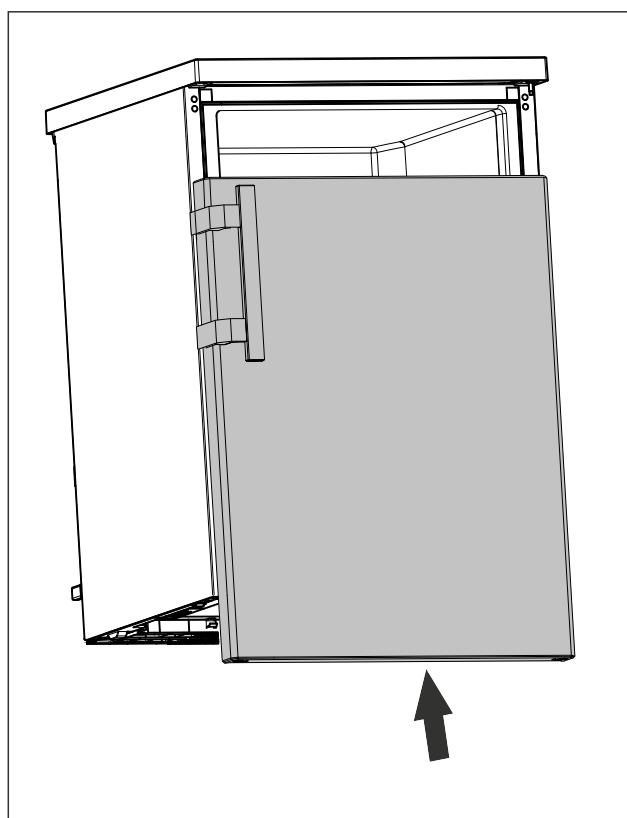

Fig. 23
- ▶ Надвиньте дверь в закрытом состоянии на верхний болт. (см. *Fig. 23*)